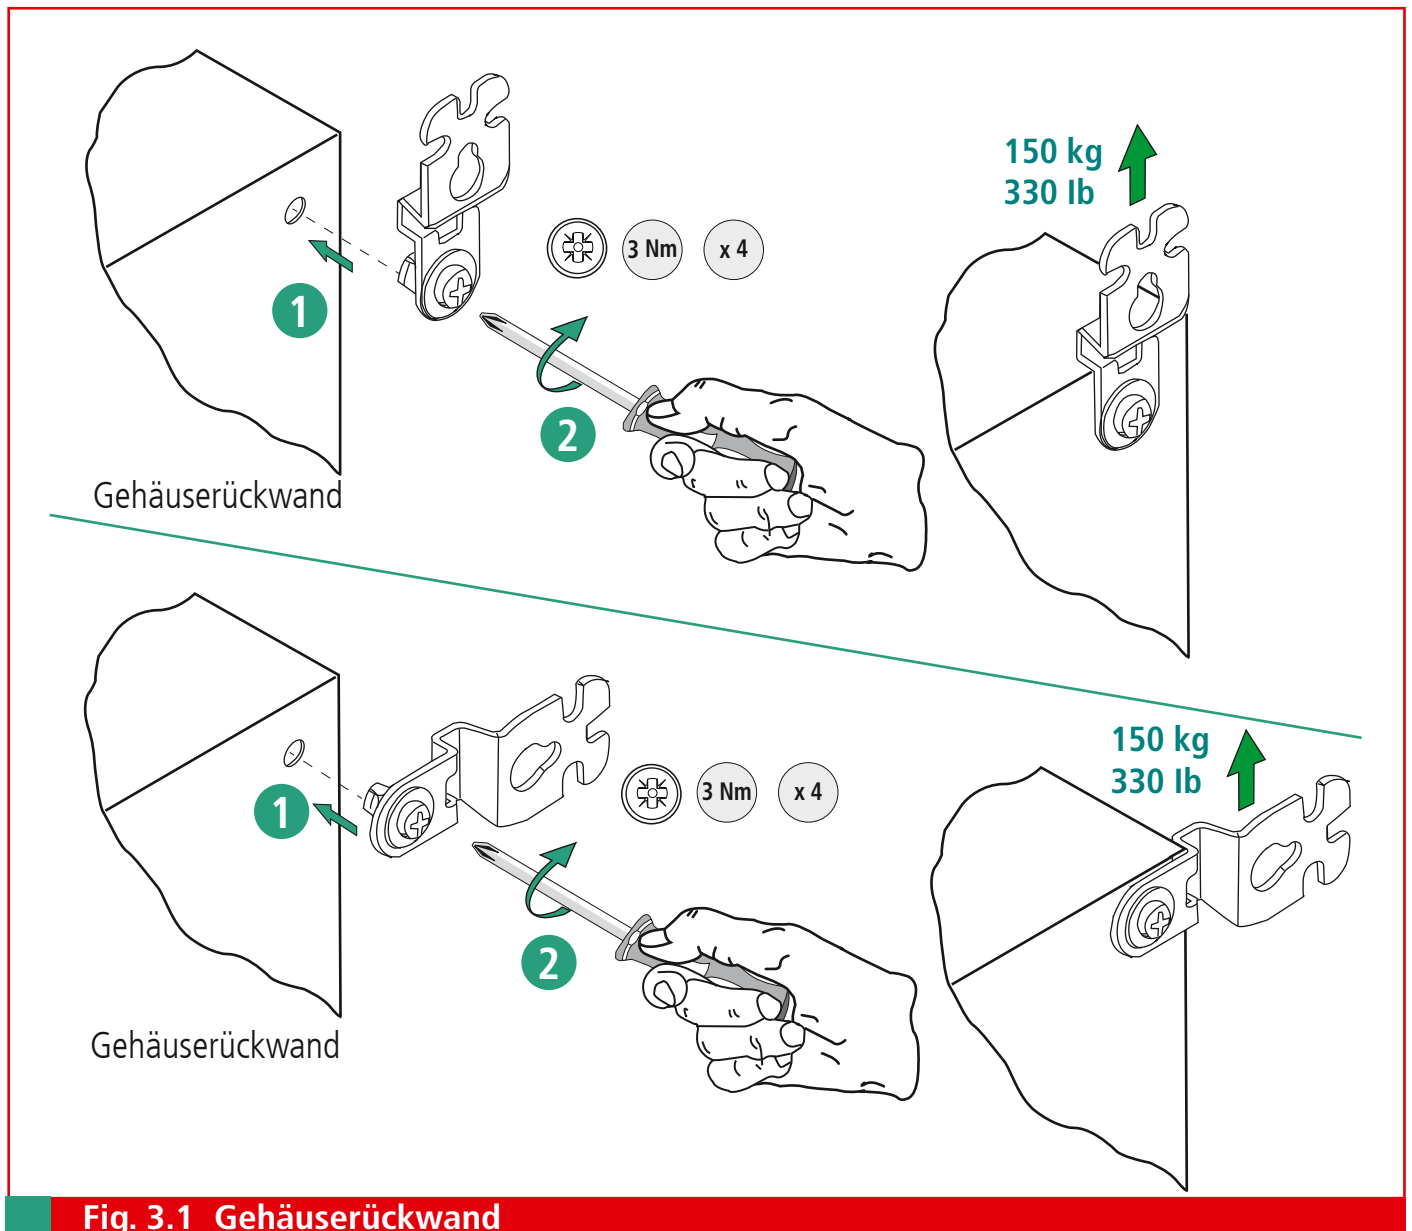

Fig. 3.1 Gehäuserückwand
Eine mögliche Wandmontage kann mittels der im Lieferumfang enthaltenen Wandbefestigungslaschen erfolgen (siehe Fig. 3.1).
- ➔ Danach wird die entsprechende Befestigungslasche an die jeweilige Bohrdurchführung herangeführt/durchgeführt und festgeschraubt (Beachte hierzu Fig. 3.1).